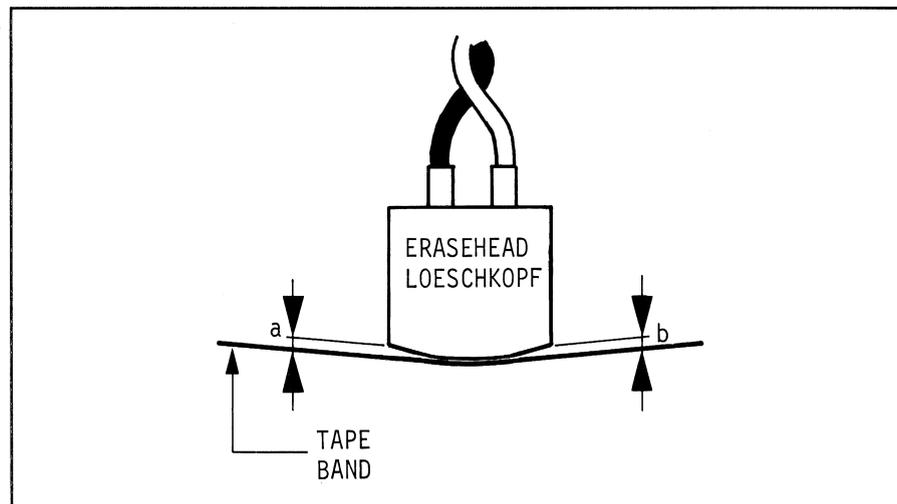

Fig. 30
- Den Kopf vertikal von oben betrachten so ausrichten, dass die Distanz [a] von der linken [b] und rechten Kopfkante zum Band identisch ist (Fig. 30).